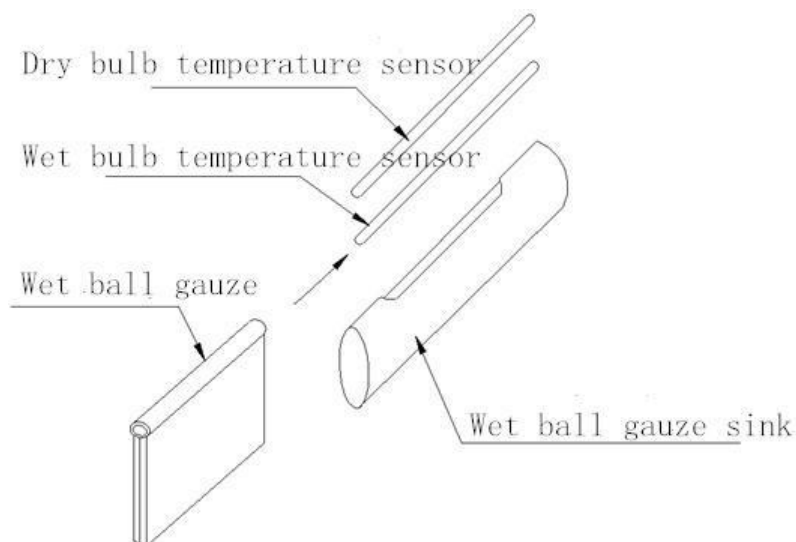

Figura 4.5 Gráfico de colocación de gasa de bola húmeda
9. Coloque y verifique la gasa de bola húmeda: humedezca la gasa de bola de acuerdo con la figura 4.5. Después de funcionar durante un período de tiempo, si la gasa de bola húmeda hunde agua pero la gasa está seca, reemplace por una nueva.